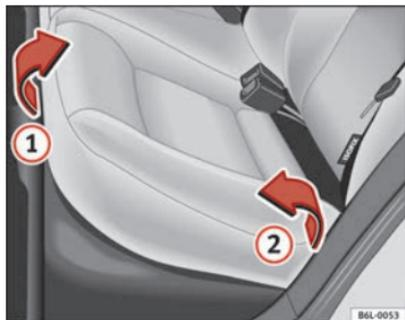
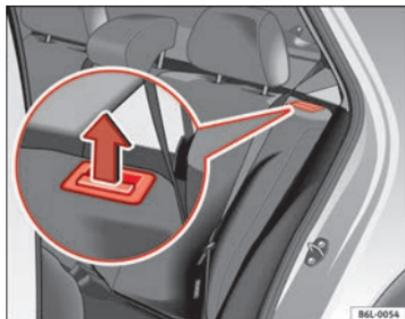

Fig. 73 Rabattement de l'assise arrière
Fig. 74 Touche de déverrouillage du dossier arrière
- Tirez la partie avant de l'assise ⇒ fig. 73 ① vers l'avant dans le sens de la flèche.
- Soulevez l'assise ② vers l'avant dans le sens de la flèche.
- Tirez la touche de déverrouillage ⇒ fig. 74 dans le sens de la flèche et basculez le dossier vers l'avant.